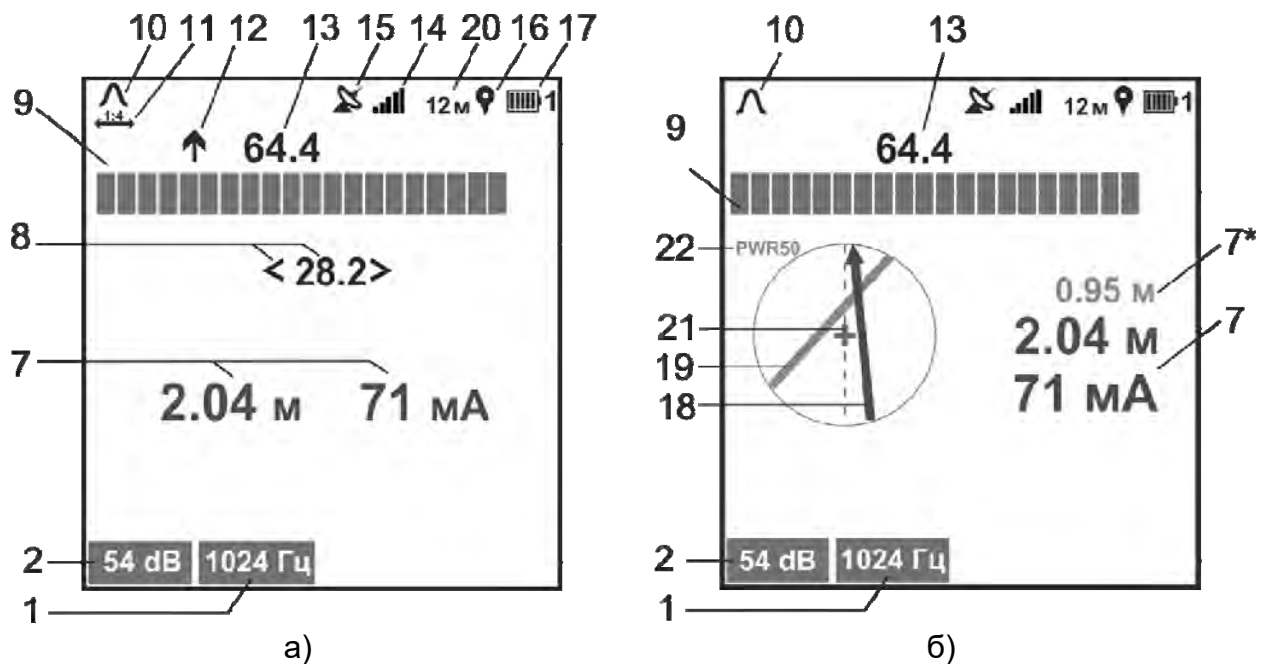

Рисунок 3.2 – Индикация приемника в режиме «ТРАССА»
- режим «ТРАССА» – для поиска коммуникаций с одновременным определением глубины её залегания, величины протекающего по ней тока рабочей частоты (рисунок 3.2а). Дополнительно при включенной функции «КОМПАС», отображается положение и направление коммуникации относительно приемника (рисунок 3.2б).
Примечание. Индикация значения уровня входного сигнала в «дБ» при поиске по «максимуму» и «минимуму» (соответственно поз. 13 и 8 на рис. 3.2) при перегрузке соответствующих им входных каналов меняет свой цвет на красный
При включенной опции «растяжка шкалы «максимум» 1:4» цена деления уменьшается в четыре раза, тем самым увеличивая разрешающую способность шкалы. При этом на экране отображается символ «» (поз. 11 на рис. 3.2), под шкалой «максимум» появляется желтая полоса, указывающая положение окна растяжки относительно исходной (нерастянутой) шкалы.
Коммуникация схематически отображается на индикаторе в виде линии – указателя положения коммуникации (поз. 18 рис. 3.2б и 3.3б). Одновременно с этим в режиме «ТРАССА» на индикаторе отображаются шкала «максимум» и уровень входного сигнала, в режиме «ТРАССА-ДАТЧИК» отображаются шкала и уровень входного сигнала по входу «ДАТЧИК», а также его относительная полярность.
По мере продвижения по трассе ориентируйте приемник относительно коммуникации таким образом, чтобы на экране указатель положения коммуникации (поз. 18 рис. 3.2б) совпадал с осью приемника (поз. 21 рис. 3.2б).